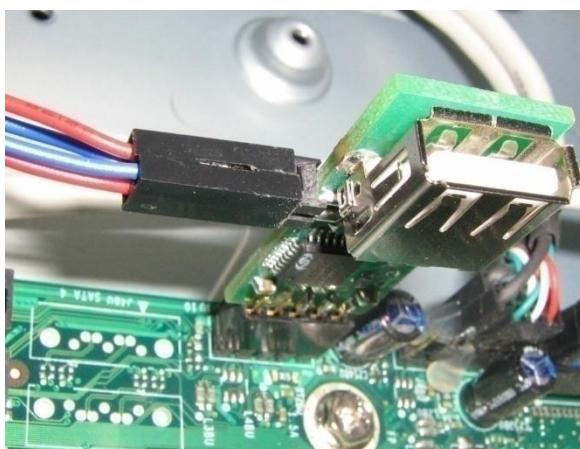

Рис. 2.3—10 Подключение кабелей к четырехштырьковому разъему устройства «USB Watchdog»
- Подключить кабель «Watchdog» к четырехштырьковому разъему устройства «USB Watchdog» с помощью свободной пары контактов (1/0, либо 2/0) – см. Рис. 2.3—10